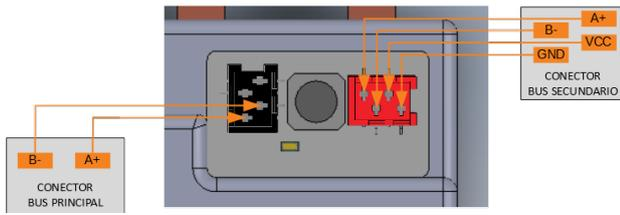

Figura 3 Detalle de los conectores del CcM4
- **CONECTOR BUS PRINCIPAL NEGRO** (detalle Figura 3): Bus de conexión RS-485 (sin alimentación). Está compuesto por las dos señales de datos (A+ y B-) necesarias para comunicarse con el resto de dispositivos de dicho bus. En este bus irán conectados otros dispositivos principales de esta familia, como son el CcM4, CcM3 o CcM2.
- **CONECTOR BUS SECUNDARIO ROJO** (detalle Figura 3): Bus de conexión RS-485. Está compuesto por las dos señales de alimentación (VCC y GND) y las dos señales de datos (A+ y B-). En este bus se conectarán los dispositivos